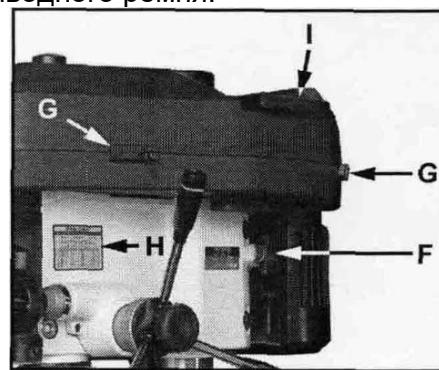

Рис.10
Сдвиньте два замка крышки (G, Рис.10), сдвиньте заслонку (I).
Сдвиньте два замка крышки (G, Рис.10) и за- слонку (I).